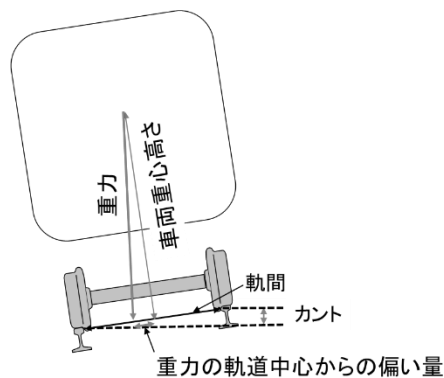

図 2 カントのある曲線に停止している車両の状態
- ② 図 2 は、カントのある曲線に停止している車両の状態を表している。これを参考に、曲線内方への転倒に対する安全性等、曲線に設定できる最大カントを定める際に考慮すべき事項について述べなさい。